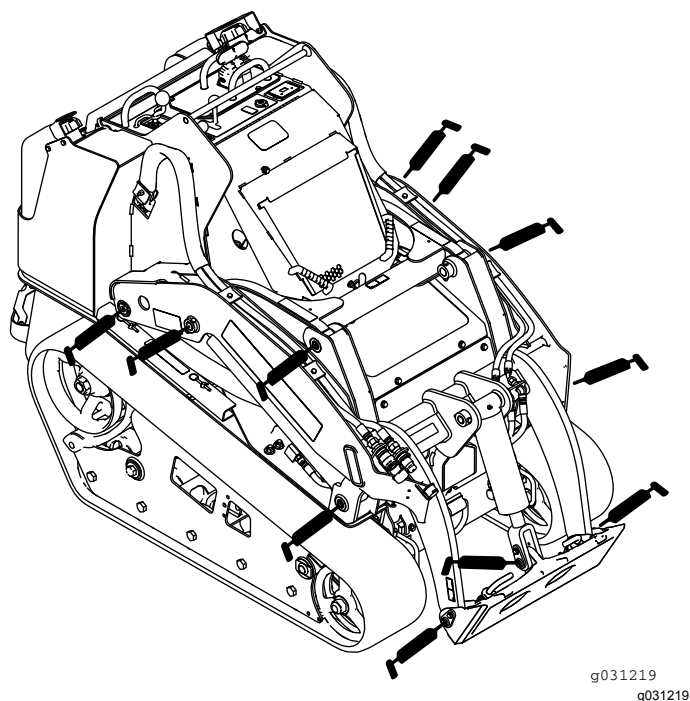
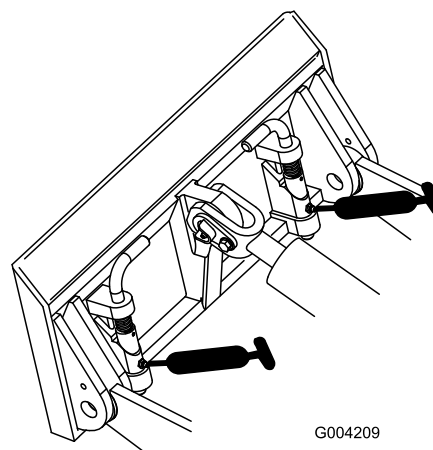
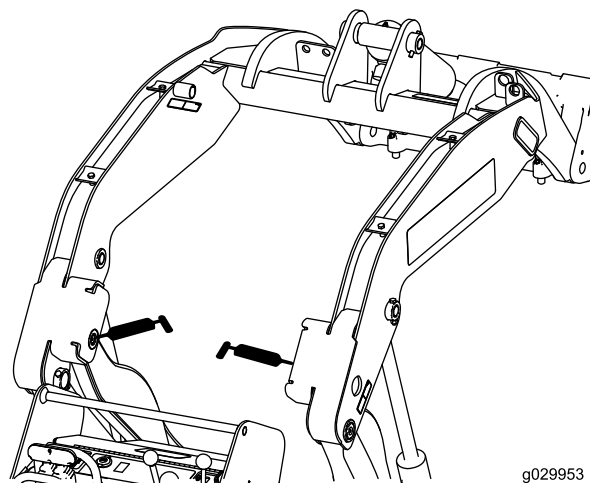

図 40
図 41
図 42
4. 各フィッティングにグリスガン进行接続する 図 40、図 41、図 42。
注 図 42のフィッティングにグリスを注入する時にはローダーアームを上昇させてください。